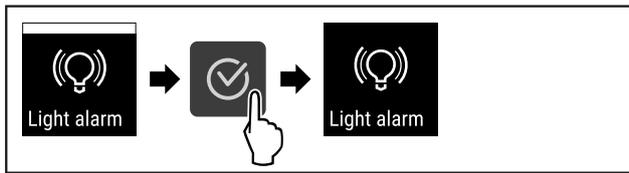

Fig. 120
- ▶ Handlungsschritte (siehe Fig. 120) durchführen.